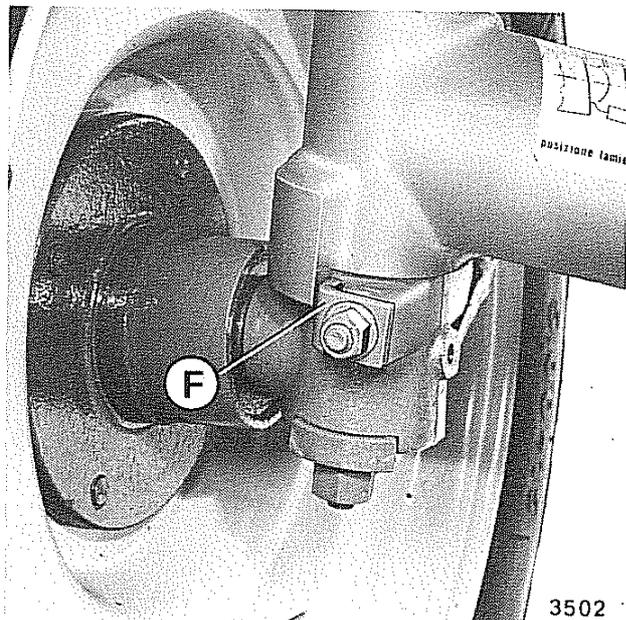
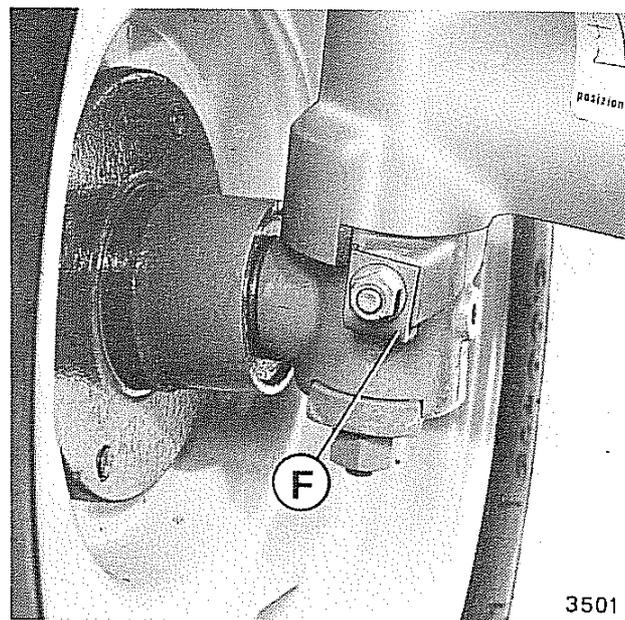

Fig. 19 - Posizione lamierino nella carreggiata stretta.
Fig. 20 - Posizione lamierino nella carreggiata larga
- L'angolo massimo di sterzata delle ruote nella carreggiata larga è di 49° (con il lamierino **F** nella posizione di fig. 20) e 42° nella carreggiata stretta (con il lamierino **F** nella posizione di fig. 19).
Nella carreggiata stretta il lamierino **F** deve trovarsi nella posizione orizzontale come illustrato in fig. 19 (evitando così che il pneumatico anteriore venga a contatto con il cofano).
Nella carreggiata larga per ridurre maggiormente il raggio di sterzata portare il lamierino **F** nella posizione verticale (fig. 20) dopo aver allentato il dado che fissa il lamierino.